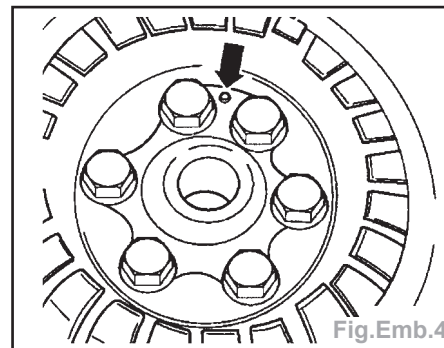

Fig.Emb.4
- Position de montage de la plaque intermédiaire : le rehaussement (flèche) est dirigé dans le sens opposé au plateau de pression (Fig.Emb.4).